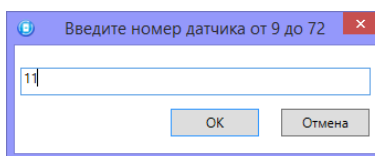

Рисунок 4.35 — Ввод номера радиоустройства
2. В открывшемся окне укажите номер радиоустройства из числа еще не занятых в нумерации ШС и радиоустройств (в указанном диапазоне) и нажмите кнопку *ОК* (см. рисунок 4.35).